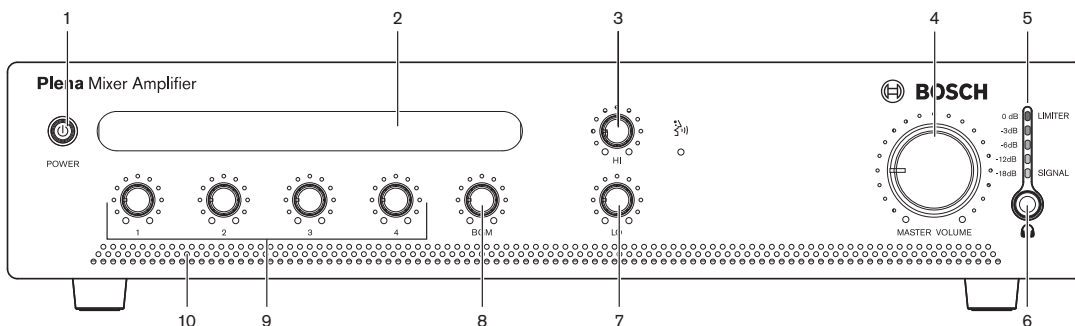

图 8.1 前面板
1. 将设备前面的电源按钮 (1) 调至“开”位置 — 按下 (请参见图 8.1)。
1. 将设备前面的电源按钮 (1) 调至“关”位置 — 弹出 (请参见图 8.1)。
使用 Hi (高) 和 Lo (低) 音调控件 (请参见图 8.1、编号 3 和 7) 来更改音调。